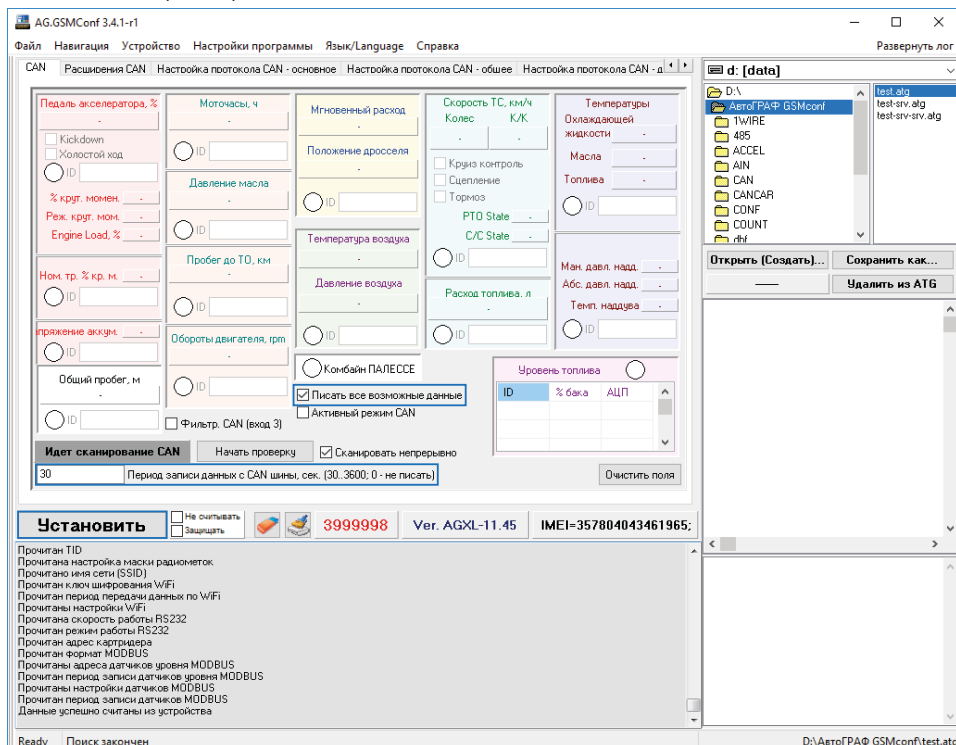

Рис.8. Настройка CAN шины
7. Запустить на компьютере программу AG.GSMConf версии 3.1.3-r3 и выше. Перейти на вкладку «CAN», включить опцию «Писать все возможные данные» и установить период записи данных с шины CAN – 30 секунд. Сохранить настройки в контроллер «АвтоГРАФ» (Рис.8).
Устройство может быть подключено к контроллеру «АвтоГРАФ» по интерфейсу RS-232 (EIA/TIA-232-E). Для корректной работы интерфейс RS-232 контроллера должен быть предварительно настроен. Настройки задаются в программе AG.GSMConf (Рис.8):